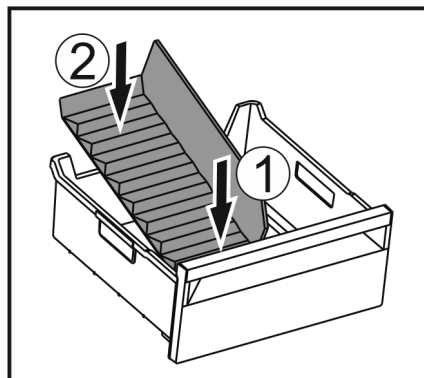

Fig. 176
- Voorste deel van de ijsvak-scheider plaatsen. Fig. 176 (1)
- Achterste deel van de ijsvak-scheider tot de bodem van de lade laten zakken. Fig. 176 (2)